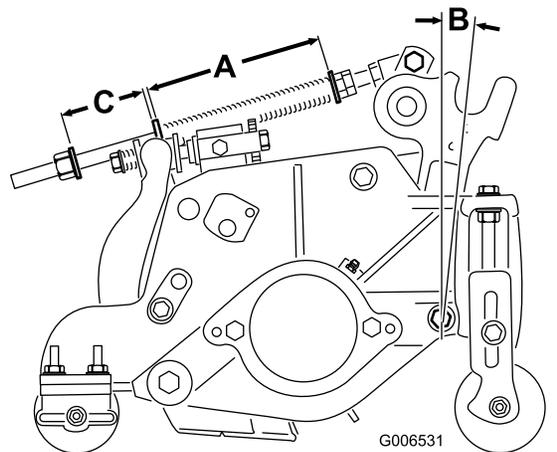

Figura 20
La molla di compensazione del manto erboso (Figura 20) trasferisce il peso dal rullo anteriore a quello posteriore, per contribuire a ridurre l'ondulazione del manto erboso, detta anche fluttuazione o bobbing.
1. Serrate il dado di bloccaggio a tergo dell'asta della molla fino ad ottenere una luce di 51 mm tra la parte posteriore della staffa a molla e la parte anteriore della rondella (C) (Figura 20).
2. Serrate i dadi esagonali sul lato anteriore dell'asta della molla, finché la lunghezza compressa (A) della molla non è di 15,9 cm (Figura 20).
Nota: Per il taglio di tappeti erbosi ondulati, aumentate la lunghezza compressa (A) della molla e l'ampiezza (C) di 13 mm (Figura 20).